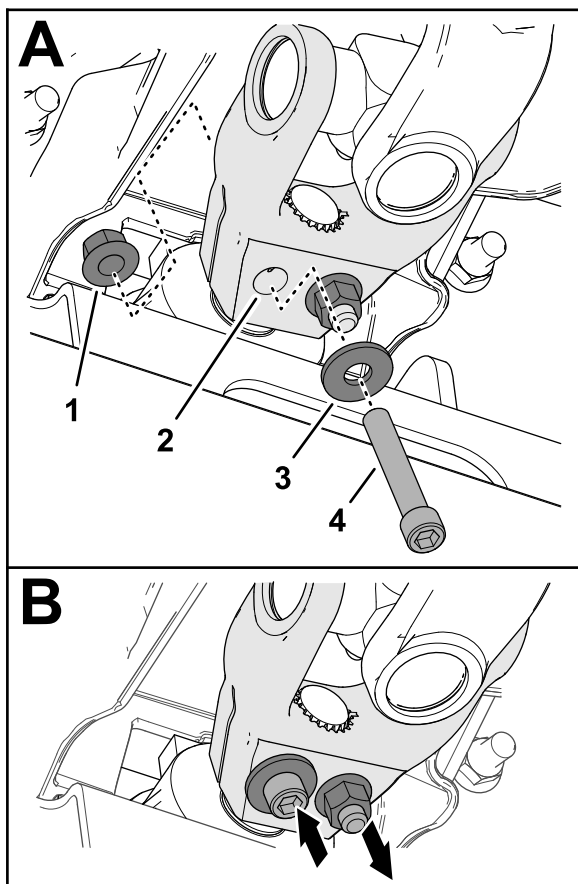

Figure 17
5. Insérez une vis à tête creuse ($\frac{3}{8}$ x $2\frac{1}{4}$ po) dans une rondelle ($\frac{3}{8}$ po) et dans le trou de la chape de l'arbre d'entraînement (Figure 17), et fixez la vis au moyen d'un contre-écrou à embase ($\frac{3}{8}$ po).
6. Insérez une vis à tête creuse ($\frac{3}{8}$ x $2\frac{1}{4}$ po) dans une rondelle ($\frac{3}{8}$ po) et dans le trou de la chape de l'arbre d'entraînement (Figure 17) par l'autre côté, et fixez la vis au moyen d'un contre-écrou à embase ($\frac{3}{8}$ po).